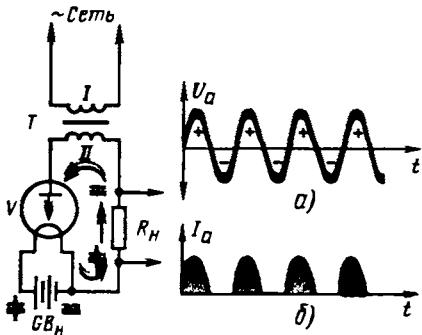

Рис. 218. Диод выпрямляет переменный ток
Обратимся к рис. 218. Здесь, как и в предыдущем примере, катод диода накаляется током батареи  $GB_H$ . На анод лампы подается переменное напряжение,
источником которого служит вторичная (II) обмотка сетевого трансформатора  $T$ . В этом случае напряжение на аноде периодически изменяется по значению и знаку (рис. 218, а). А так как диод обладает односторонней электропроводностью, ток через него идет только при положительном напряжении на его аноде. Говоря иными словами, диод пропускает положительные полуволны (рис. 218, б) и не пропускает отрицательных полуволн переменного тока. В результате в анодной цепи течет ток одного направления, но пульсирующий с частотой переменного напряжения на аноде. Происходит выпрямление переменного тока — явление, знакомое тебе по работе полупроводникового диода.